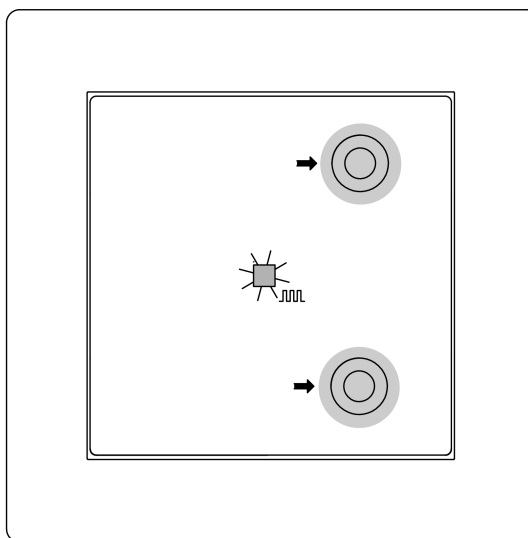
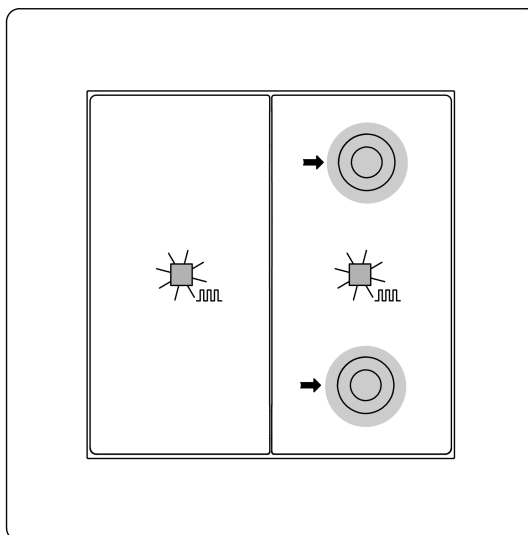

Bild 5: Programmiermodus aktivieren (1fach)
Bild 6: Programmiermodus aktivieren (2fach)
Physikalische Adresse und Applikationsprogramm programmieren 1fach (Bild 5) und 2fach (Bild 6)
- Programmiermodus aktivieren: Taste oben rechts und Taste unten rechts gleichzeitig drücken und für > 4 Sekunden halten bei 1fach (Bild 5) und 2fach (Bild 6). Die Status-LED blinkt rot. Programmiermodus ist aktiviert.